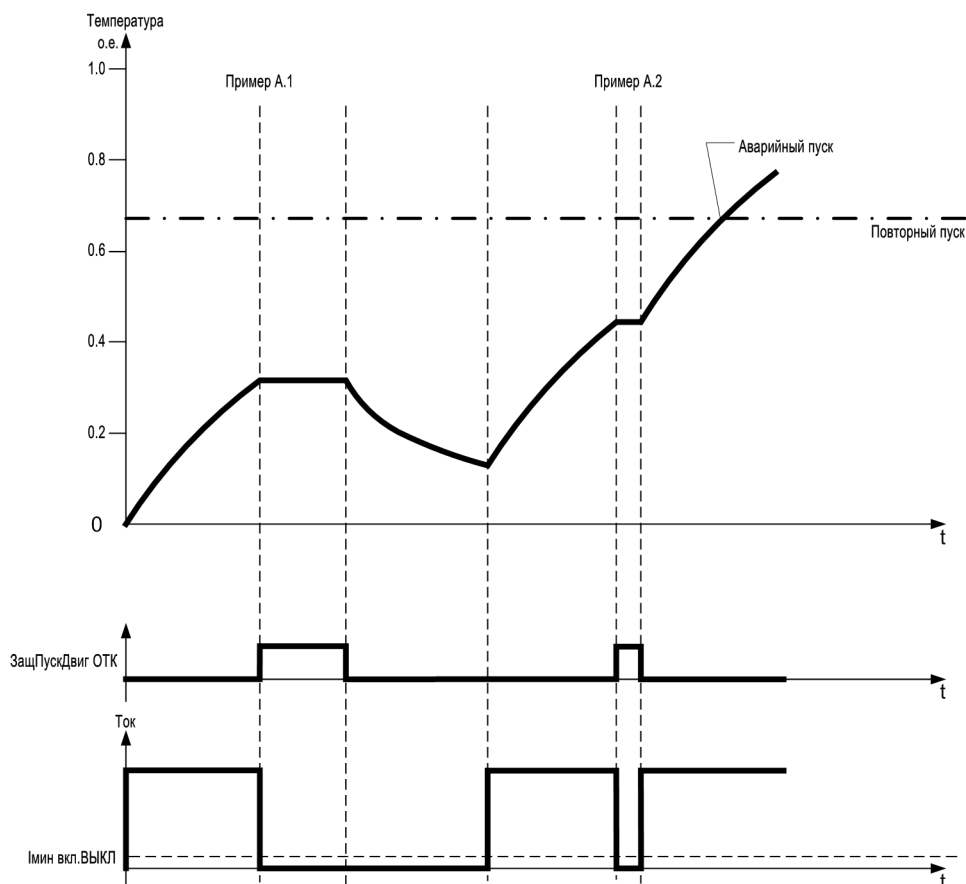

Рисунок 2-56 Пуски в соответствии с примерами А.1 и А.2
1. Нормальный пуск переводит машину в температурный диапазон ниже теплового ограничения перезапуска и машина останавливается. После останова запускается время выравнивания **4304 T выравн** и формируется сообщение „**ЗащПускДв ОТК**“. Время выравнивания истекает и сообщение „**ЗащПускДв ОТК**“ исчезает. В течение времени **T выравн** (T Равнов.) тепловая модель остается "замороженной" (см. рисунок 2-56, слева).
2. Нормальный пуск переводит машину в температурный диапазон ниже теплового ограничения перезапуска, машина останавливается и запускается по аварийному пуску без ожидания окончания времени выравнивания. Время выравнивания сбрасывается, продолжается расчет тепловой кривая и сообщение „**ЗащПускДв ОТК**“ исчезает (см. рисунок 2-56, справа).